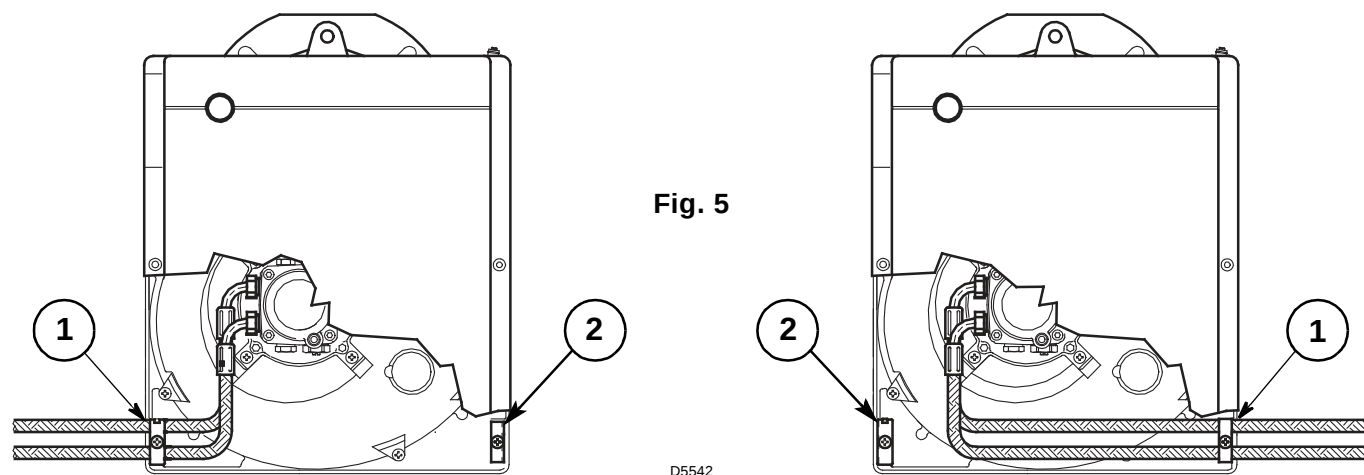

Fig. 5
In de fabriek werd de brander voorzien om de brandstoftoevoerleidingen langs beide zijden te kunnen aansluiten. Afhankelijk van de uitgang van de flexibels - links of rechts - kan het nodig zijn om de plaatsing van het bevestigingsplaatje (1) en het afdekplaatje (2) om te wisselen, (zie fig. 5).